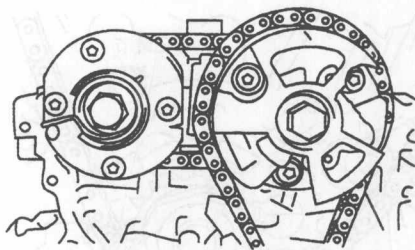

图 1-18 松开中间正时链条
② 当逆时针转动张紧器限位板时，将 $\phi 3.5\text{mm}$ 的销插入限位板和张紧器上的孔，固定限位板。
③ 拆下 2 个螺栓和正时链条张紧器。
(32) 拆下正时链条张紧器制动块。
(33) 拆下正时链条。
① 逆时针转动曲轴 10° ，松开曲轴正时齿轮的正时链条。
② 从曲轴正时齿轮上拆下正时链条，将它放在曲轴上。
③ 顺时针转动右排上的凸轮轴正时齿轮总成 (360°)，如图 1-18 所示，将其固定，确保松开中间正时链条。
④ 拆下正时链条。